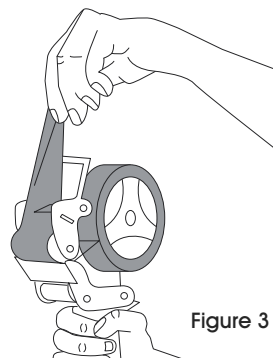
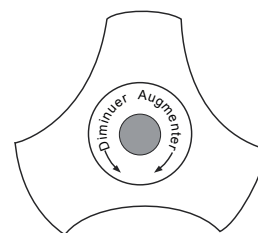

Figure 3
Figure 4
3. Pull tape over roller allowing tape to unroll freely. (See Figure 3) To adjust tension, see Figure 4.
- Tirez sur le ruban pour le placer sur le rouleau en laissant le ruban se dérouler librement. (Voir Figure 3) Pour régler la tension, voir Figure 4.